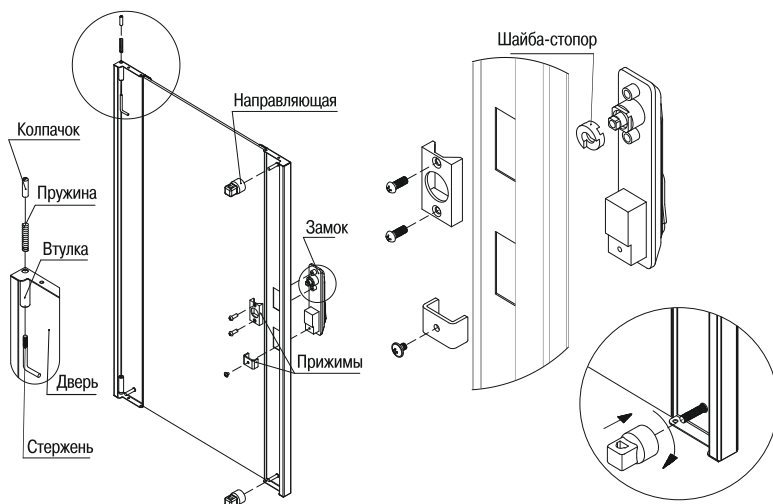

Рисунок 12
3.4.1 Извлеките из второго места дверь. Вставьте замок в посадочные квадратные отверстия, закрепите замок прижимами, направляющие наверх на шпильки. Для сборки петли сначала вставьте пружину во втулку, пропустите во втулку стержень и заверните колпачок (рисунок 12).